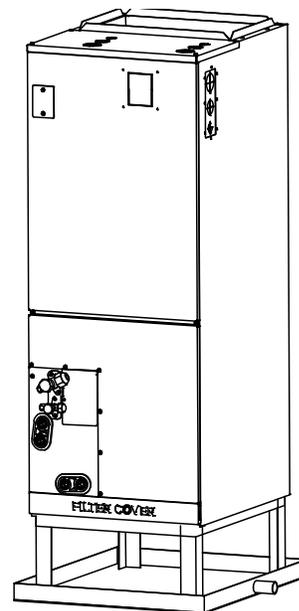

Fig. 5 — Installations verticales
- Laissez suffisamment d'espace pour permettre la circulation de l'air et l'entretien de l'appareil. See Fig. 5 — on page 6 pour connaître les distances minimales requises entre l'appareil et les murs ou les plafonds.
L'alimentation en air et le retour d'air peuvent être traités de plusieurs façons, selon la situation qui convient le mieux à l'installation (See Fig. 5 — on page 6). Un grand nombre de problèmes rencontrés lors de l'installation de systèmes divisés peuvent être liés à des systèmes de conduits mal conçus ou mal installés. Il est donc très important que le système de conduits soit correctement conçu et installé.